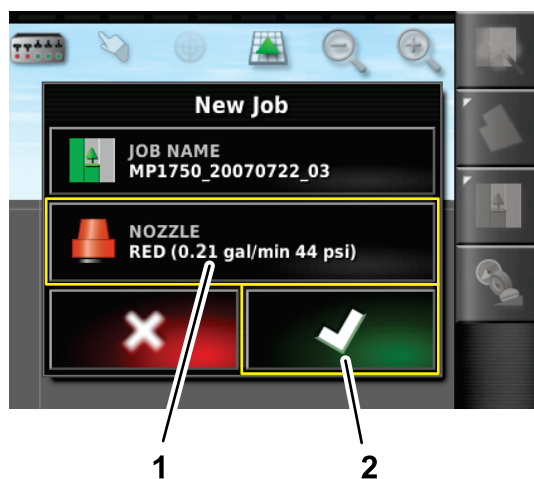

Рисунок 152
- В меню нового задания нажмите на значок сопла (Рисунок 152).
3. Нажмите на значок подтверждения (Рисунок 152).